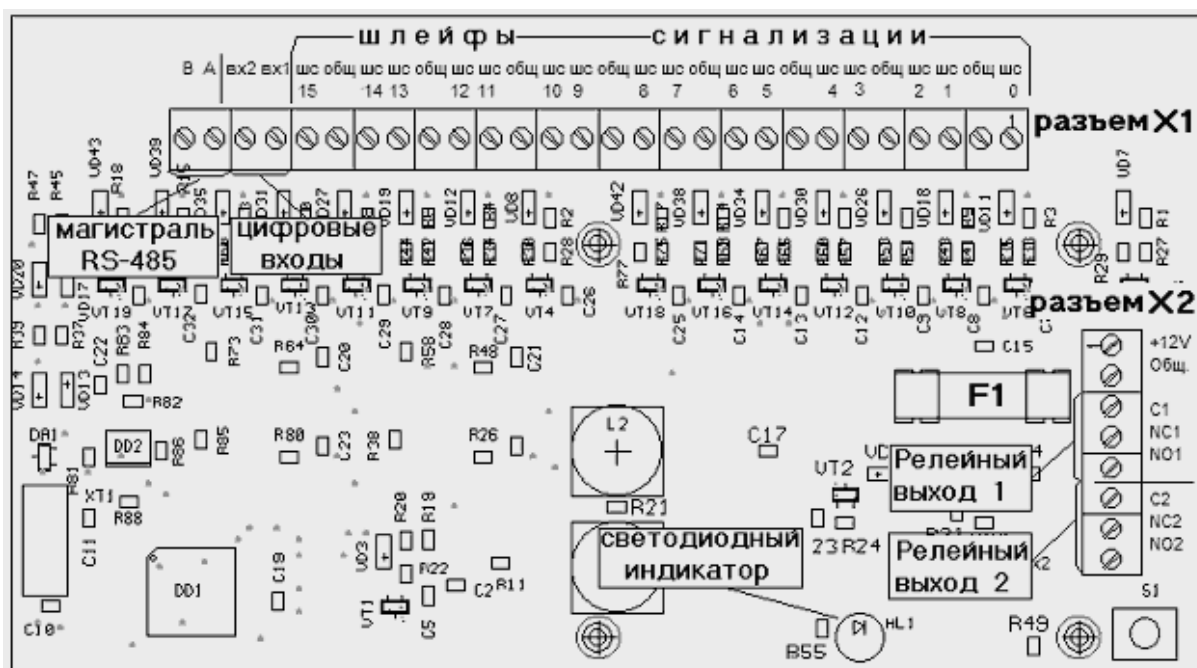

Рис. 1. Внешний вид платы контроллера.
Внешний вид контроллера показан на рис. 1.
7.2 Для подключения к контроллеру источника питания, магистрали связи, шлейфов сигнализации и т.п. используются клеммные колодки, образующие разъемы X1 и X2 (см. рис.1). Распределение контактов в разъемах приведено в таблицах 1-2.